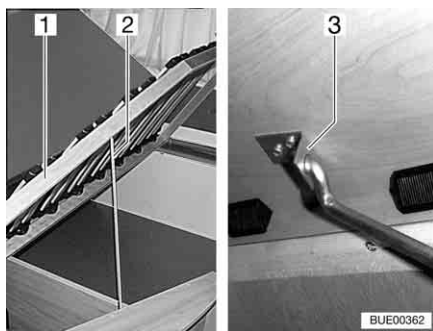

Fig. 81 Letto fisso
- Sollevare il telaio portamaterasso (Fig. 81,1), allentare la guida (Fig. 81,2) dal suo ancoraggio e inserirla nel foro del supporto (Fig. 81,3).
- Sollevare il telaio portamaterasso (Fig. 81,1), allentare la guida (Fig. 81,2) dal supporto (Fig. 81,3) e incastrarla nell'ancoraggio.